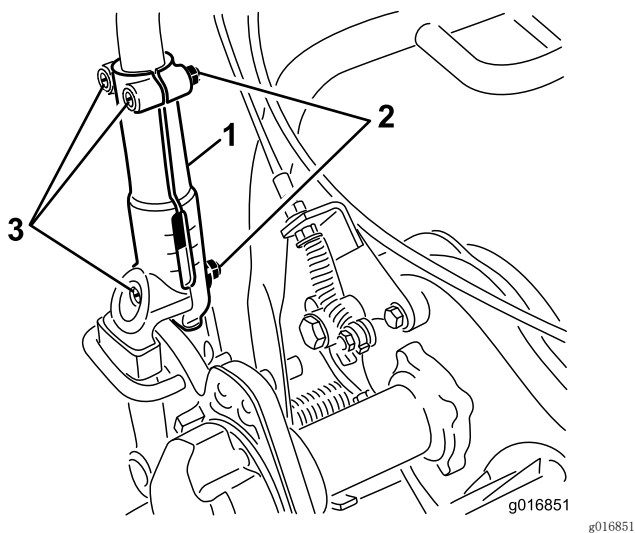

图29
1. 拧松将手柄的每一侧固定到手柄夹上的 3 颗车身螺栓和螺母（图29）。